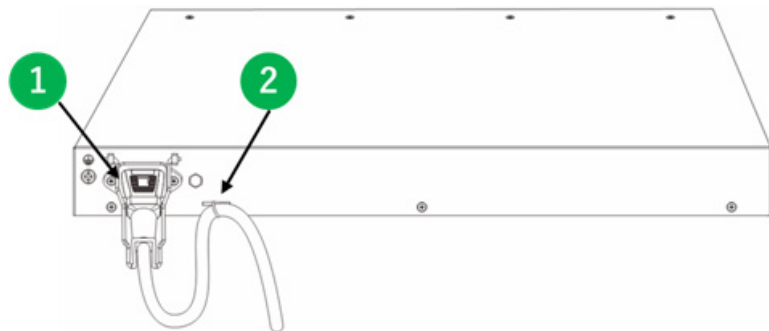

図 3-19 装置への電源ケーブルの接続、固定
- 3) 電源ケーブル固定金具をレセプタクルに取り付けたのち、図 3-19の①に示すように、プラグを固定するため電源ケーブル固定金具を AC 電源ケーブルに取り付けてください。
- 4) 図 3-19の②に示すように、電源ケーブル固定用結束バンドを使用して、AC 電源ケーブルを AC 電源コンセント近くのハンドルに固定し、容易に抜けないことを確認してください。